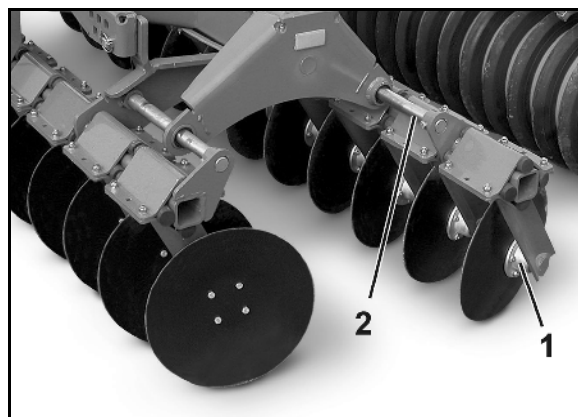

Рис. 11
Система подшипников вогнутых дисков (Рис. 11/1) состоит из двухрядного радиального шарикоподшипника с уплотнительным кольцом и наполнением маслом и не требует технического обслуживания.
- Смещение обоих рядов дисков, которое через передвижное устройство (Рис. 11/2) согласуется с рабочей глубиной и скоростью